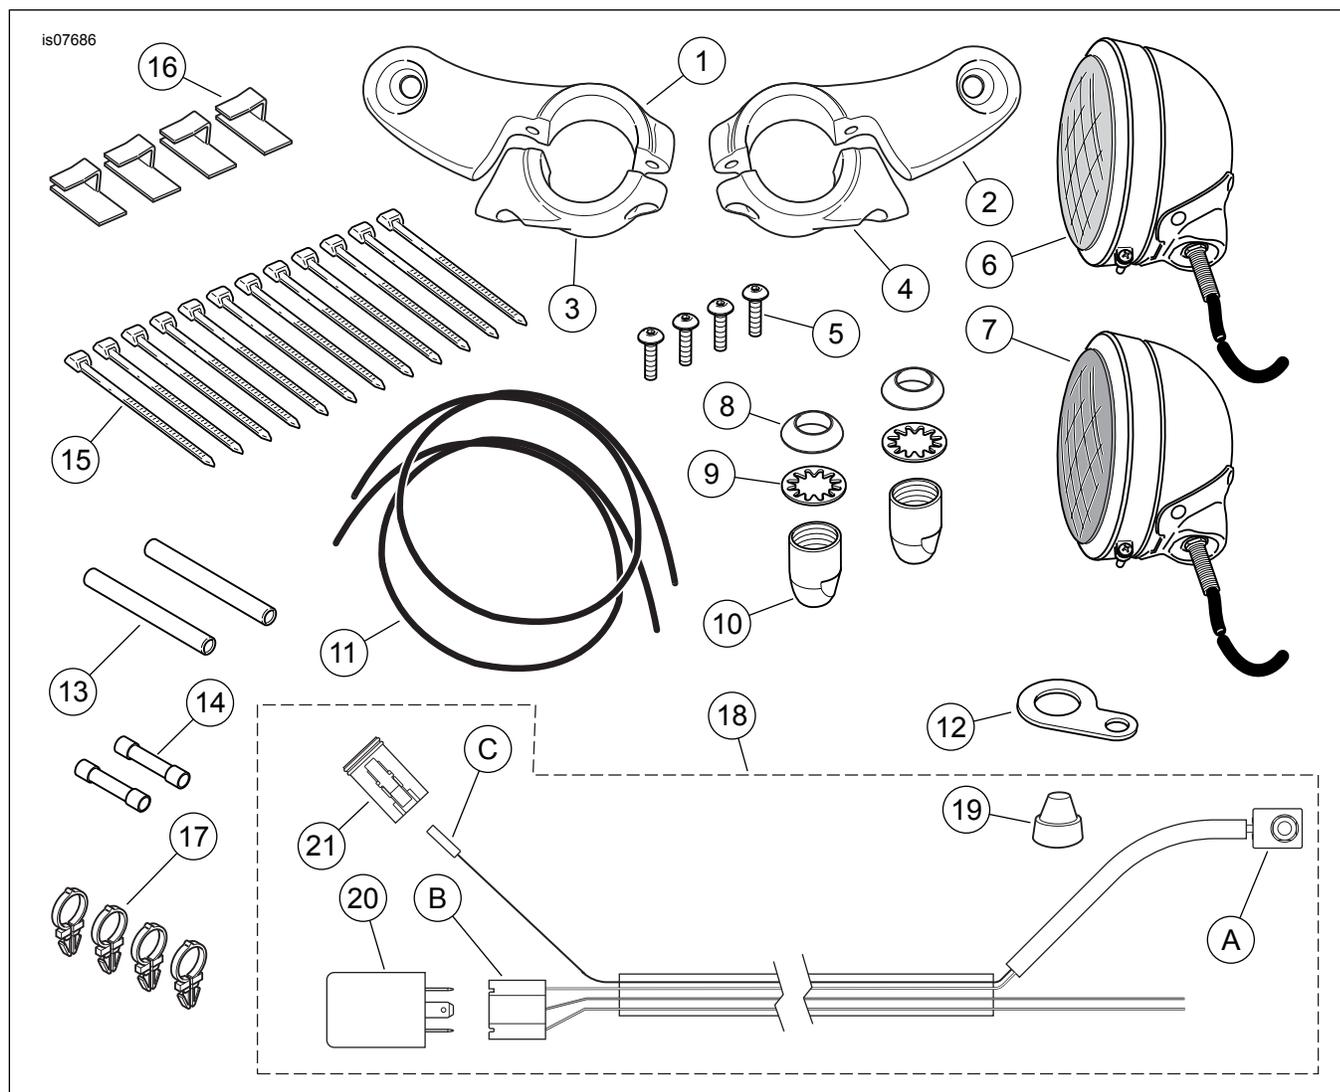

Figura 5. Peças de reposição, Kit de lâmpadas de emergência Police
Veja Figura 5 e Tabela 1.
5. Veja Figura 5. Instale o chicote de fios (18). Coloque o pisca (20) na abertura abaixo do tanque de combustível e oriente a haste longa do chicote para frente, ao longo do eixo central da estrutura dentro do suporte plástico de fios.
11. Fixe a perna do interruptor da lâmpada do chicote de fios no guidom com os **novos** prendedores de chicotes de fios (Figura 5, item 17) na medida do necessário. Encaixe os prendedores nos furos do guidom.
18. Deslize a tubulação termorretrátil (1) afastando-a da emenda. Use o dispositivo de calor por radiação para aquecer os conectores de emenda selada crimpados (3). Aplique calor do centro do crimp para fora em cada extremidade, até que o material de vedação fundível saia em ambas as extremidades do conector. Deixe o conector esfriar.
19. Deslize a tubulação termorretrátil (1) sobre a emenda. Usando o dispositivo de calor por radiação, aqueça a tubulação termorretrátil para encapsular a conexão de emenda selada. Aplique calor a partir do centro da crimpagem para as extremidades.
20. Veja Figura 5. Fixe os fios no suporte inferior da direção usando as presilhas traseiras adesivas (16) do kit.